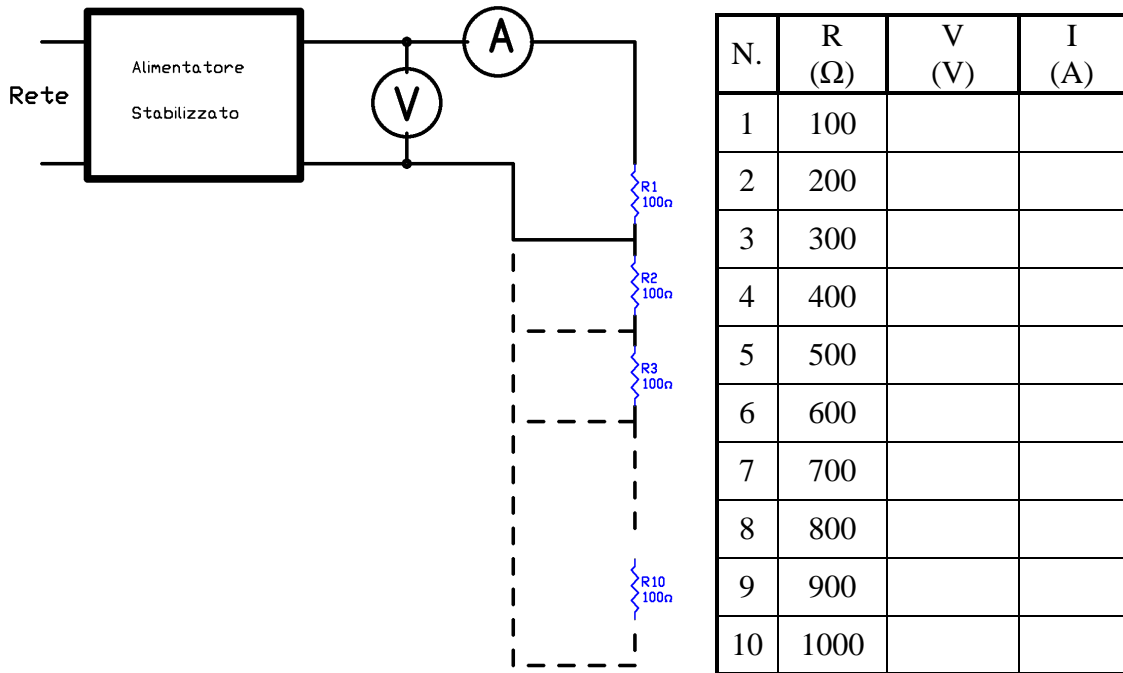

Fig. 2.1.2
3. Collegare l'alimentatore stabilizzato come rappresentato dallo schema sotto in Fig.2.1.2